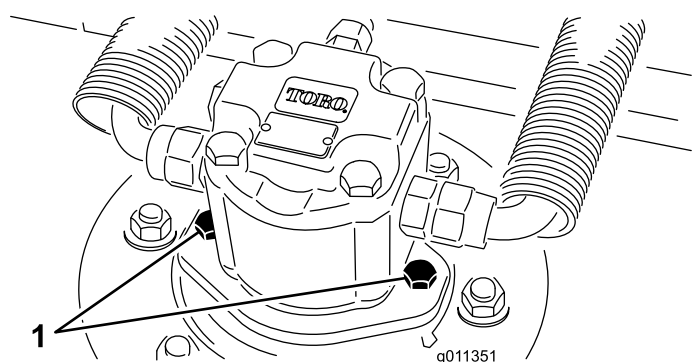

Figura 95
2. Scollegate e staccate il motore idraulico dall'apparato di taglio (Figura 95). Coprite la parte superiore del fusello per impedire che venga contaminato.
4. Montate il motore idraulico sul piatto di taglio (Figura 95). Verificate che l'O-ring sia in sede e non sia danneggiato.